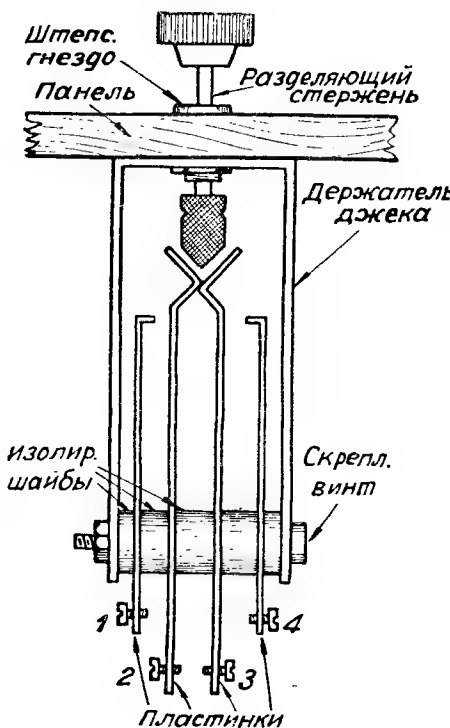
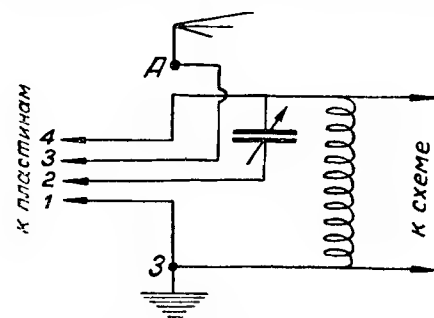

Рис. 1
Рис. 2.
1) Первый джек (четырёхполюсный) изображен на рис. 1 и схема его включения на рис. 2. Он состоит из четырех пластинок, стянутых скрепляющим винтом и изолированных друг от друга и от винта прокладками из фибры, слюды или эбонита. В эту систему
мунков. Размеры всякий может взять какие ему более удобны. К выходящим концам пластин джека провода нужно или припаять или в пластинках делается нарезка и вставляются винты, к которым и присоединяются монтажные провода. Так и показано на рис. 1.